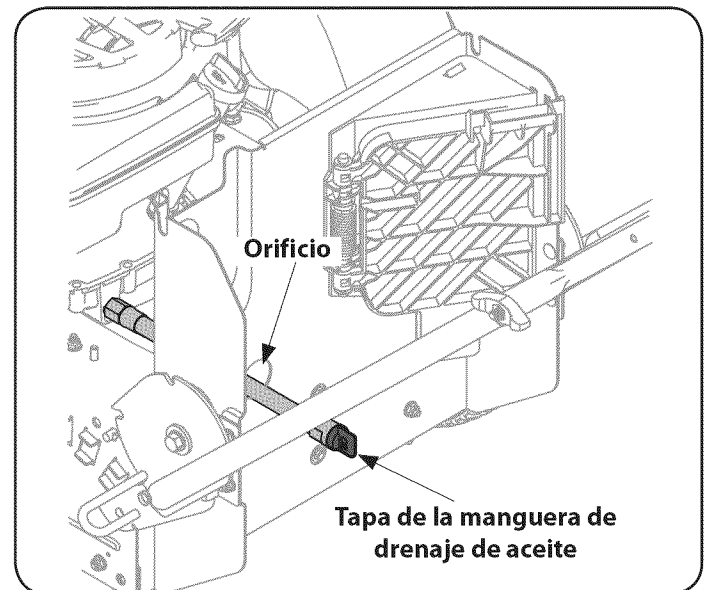

Figura 17
1. Extraiga la bolsa del soporte trasero siguiendo las instrucciones que figuran en la sección de armado de este manual. Deje que se cierre la puerta de la embolsadora, extraiga el extremo de la manguera de drenaje de aceite de su lugar en la plataforma y páselo por el orificio que está en el costado izquierdo del soporte trasero. Vea la Figura 17.